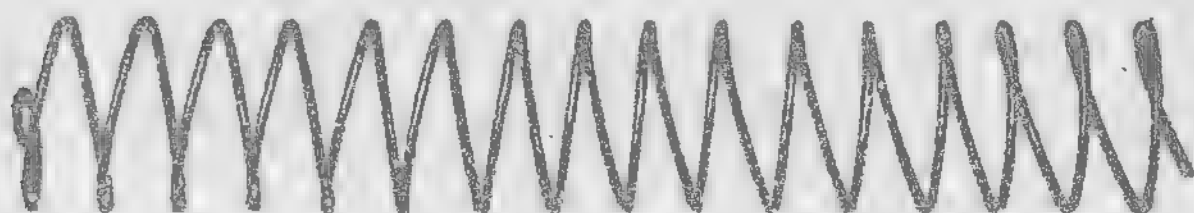

Рис. 70. Пружина подавателя.
**Пружина подавателя** (рис. 70) служит для подачи вверх подавателя с патронами и запираания крышки магазина.